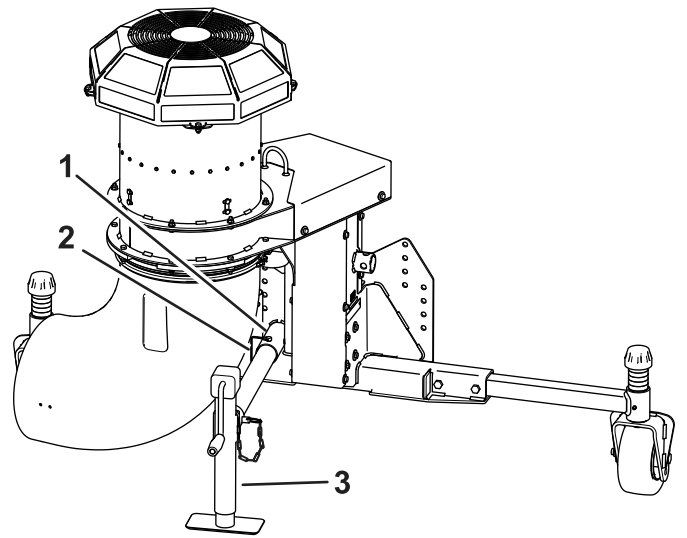

Figura 8
- Introduzca el tubo del gato fijo en el tubo del bastidor, alinee los taladros y sujételo en esa posición con el pasador de alambre (Figura 8).